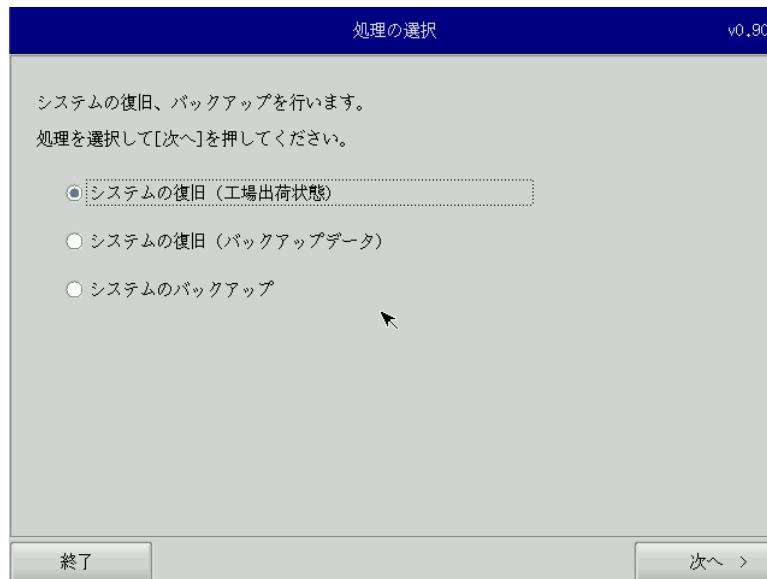

図6-1-5. リカバリメイン画面
⑫ 再起動し、正常にリカバリDVDから起動すると図6-1-5のリカバリメイン画面が表示されます。
- ① LANケーブルが接続されている場合は、LANケーブルを取り外してください。
- ② USBメモリ、SDカードなどのストレージメディアが接続されている場合は、ストレージメディアを取り外してください。
- ③ 「6-1-1 リカバリDVD起動」を参考にリカバリDVDを起動させます。
- ④ リカバリメイン画面（図6-1-5）で[システムの復旧（工場出荷状態）]を選択し、[次へ]ボタンを押します。
- ① LAN ケーブルが接続されている場合は、LAN ケーブルを取り外してください。
- ② USB メモリ、SD カードなどのストレージメディアが接続されている場合は、ストレージメディアを取り外してください。
- ④ リカバリメイン画面（図 6-1-5）で[システムのバックアップ]を選択し、[次へ]ボタンを押します。
- ④ リカバリメイン画面（図6-1-5）で[システムの復旧（バックアップデータ）]を選択し、[次へ]ボタンを押します。